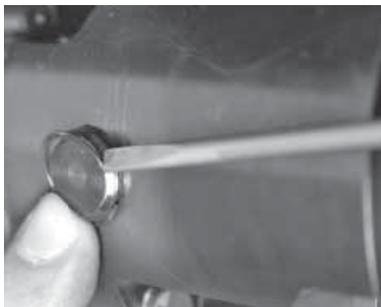

図 20：クリップをリテイナー・シャフトから取り外す
1. クリップをリテイナー・シャフトの左端から取り外します (図 20)。